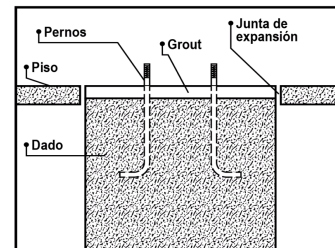

Fig 3. Anclaje de barras y pernos
- Anclaje de pernos, barras, varillas y tornillos en concreto o roca (fig. 3 y 4)